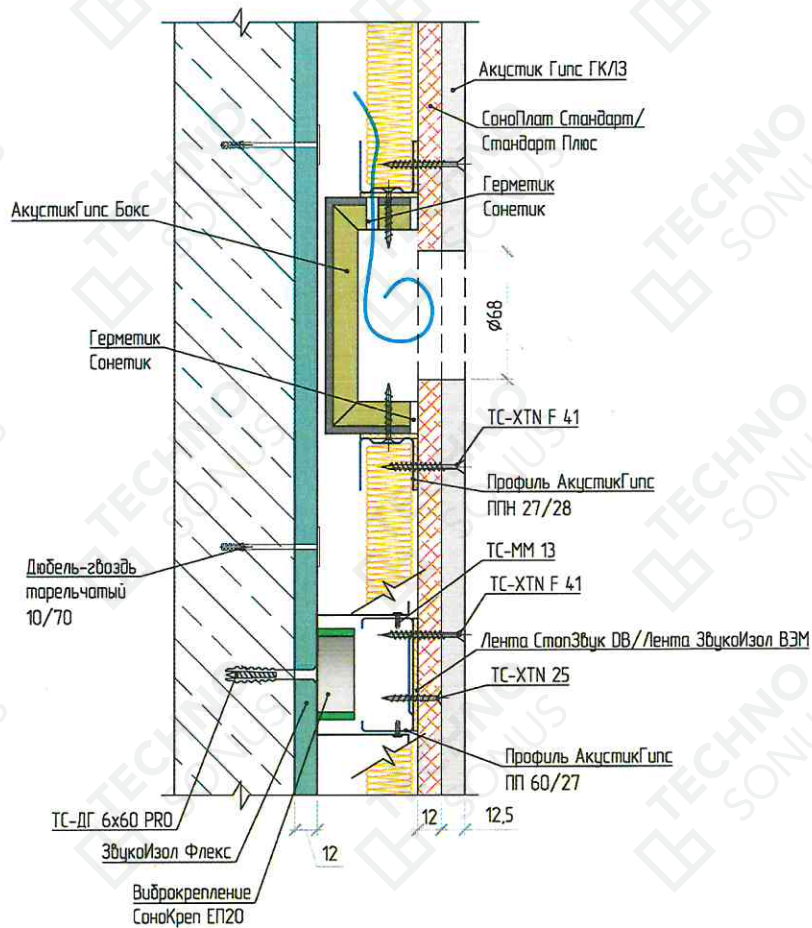

Рисунок 9 – Устройство звукоизоляции розеток в каркасной облицовке «Премиум П». АквстигГипс Бокс
6.10. Выполнить установку звукоизоляционных подрозетников АкустикГипс Бокс (если предусмотрена проектом именно эта модель) при помощи устройства перемычек-закладных из профиля направляющего АкустикГипс Профиль ППН 28x27 (см. рисунок 9). Перед установкой АкустикГипс Бокс, в коробе необходимо просверлить отверстие диаметром больше сечения провода на 5 мм. Через него заводим провод и фиксируем к закладным на саморезы ТС-ММ 4,2x13. Важно установить АкустикГипс Бокс в одну плоскость с каркасом. После установки заполняем отверстие вокруг провода виброакустическим герметиком Сонетик.